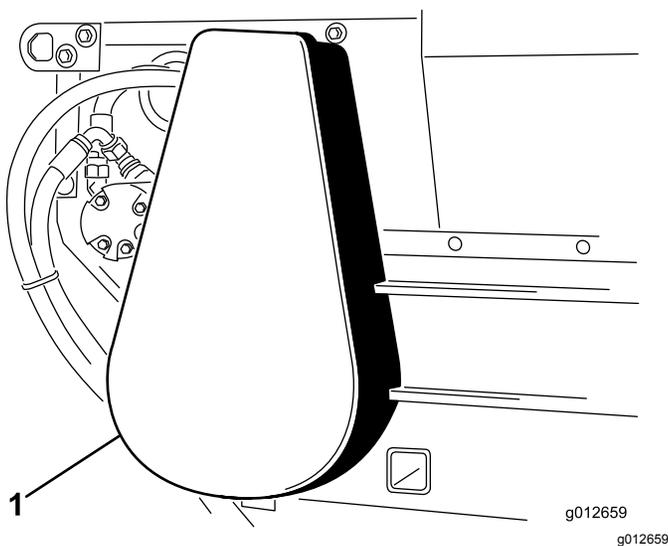

Figura 18
2. Retire a cobertura da corrente (Figura 18).
6. Instale a cobertura da corrente (Figura 18).